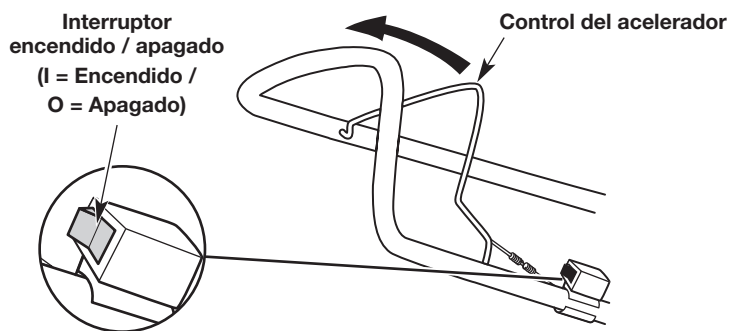

Fig. 5
NOTA: No hay necesidad de encender la unidad. El interruptor de Encendido/Apagado debe estar en la posición **Encendido (I)** en todo momento (Fig. 5).
NOTA: NO apriete el control del acelerador (Fig. 5) hasta el paso 7.
7. Apriete el control del acelerador según sea necesario para el funcionamiento (Fig. 5).
2. Oprima y no suelte el interruptor de control de Encendido y Apagado en la posición **Apagado (O)** hasta que el motor se detenga por completo (Fig. 5).